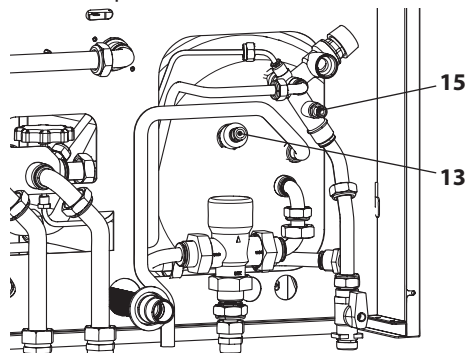

Figura 9.9
- Allentare il rubinetto di scarico acqua sanitaria del bollitore 13 e quello di svuotamento del circuito sanitario 15 in Figura 9.9 e scaricare l'acqua del circuito sanitario.